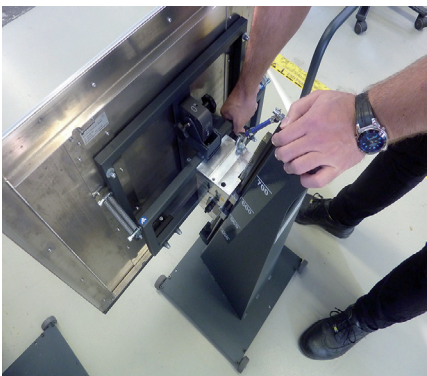

Fig. 8: Regulación de altura ergonómica
2. Ajustar el desbloqueo vertical hacia arriba (girar hacia la derecha), véase también fig. 8.